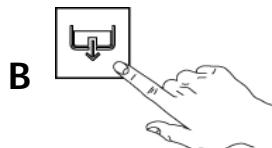

Fig.42
- Premere il tasto "B" per iniziare la fase di scarico acqua e attendere il completo svuotamento della vasca. (Fig.42)